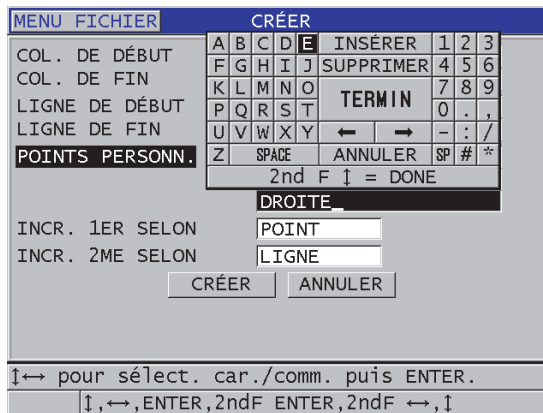

Figure 11-11 Configuration de la plage d'identifiants (ID) d'un fichier de données de type grille 2D avec points personnalisés
- Sur la deuxième page de l'écran **CRÉER** (Figure 11-11 à la page 206), faites ce qui suit :